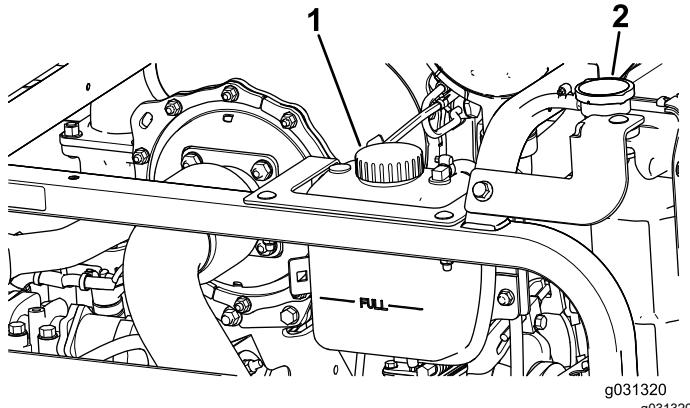

Figura 85
1. Retire cuidadosamente el tapón del radiador y el tapón del depósito de expansión (Figura 85).
2. Compruebe el nivel de refrigerante del radiador (Figura 85).